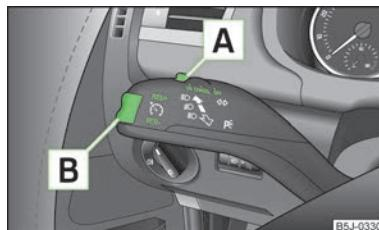

Fig. 87
- Pulsar el conmutador **A** » fig. 87 a la posición ON.
- Presionar el balancín **B** » fig. 87 de la página 88 a la posición **RES**.
- La velocidad memorizada se puede reducir presionando el balancín **B** » fig. 87 de la página 88 en la posición **SET**.
La velocidad también se **desconecta temporalmente**, pulsando el interruptor **A** » fig. 87 de la página 88 a la posición de suspensión elástica **CANCEL** o bien el pedal de freno o de embrague.
- Pulsar el commutador **A** » fig. 87 de la página 88 desplazándolo hacia la derecha a la posición **OFF**.